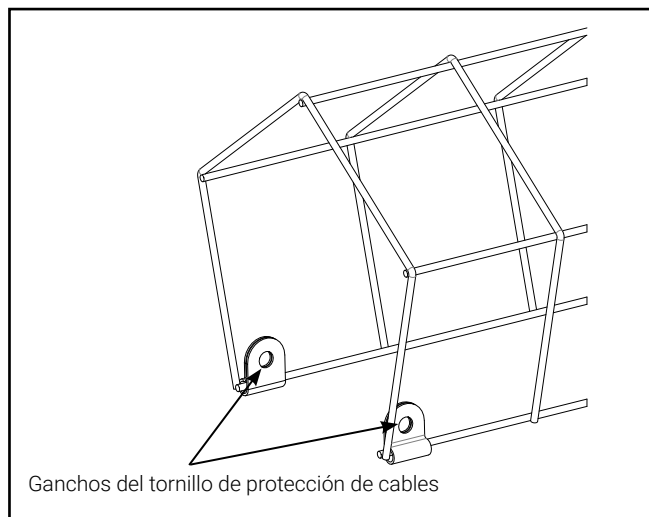

Figura 1
8. Saque los ganchos para cables de la bolsa y encájelas en los extremos del protector de alambre (Figura 1).